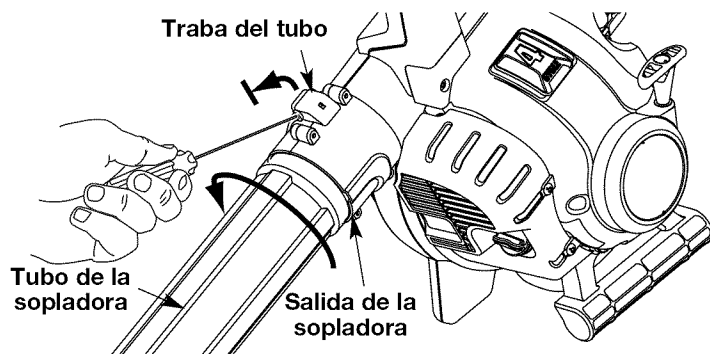

Fig. 5
2. Inserte un destornillador de cabeza plana en la traba del tubo. Gire el destornillador en sentido contrario a las agujas del reloj 1/4 de vuelta y manténgalo ahí (Fig. 5).
3. While holding the screwdriver in a counterclockwise position, sujete el tubo de la sopladora y gírelo en sentido contrario a las agujas del reloj (Fig. 5).